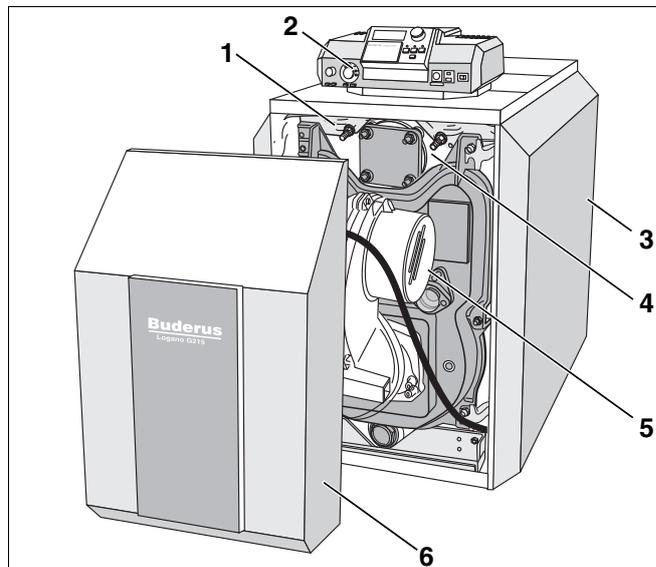
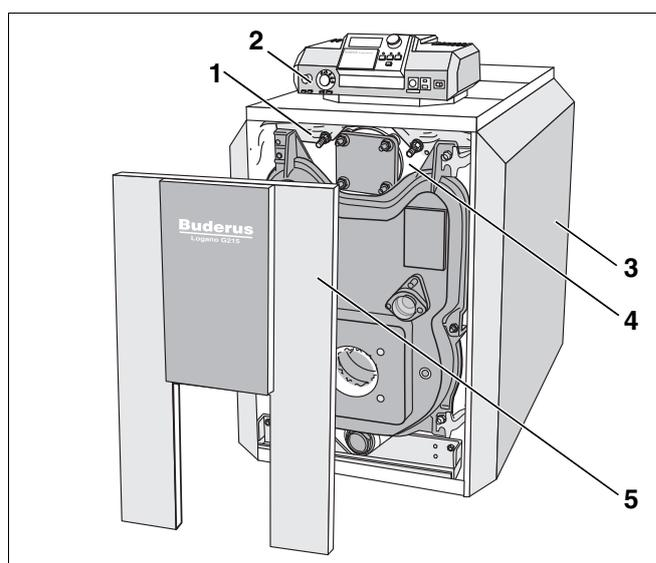

Рис. 1 Специальный отопительный котел Logano G215 с горелкой Logator
Рис. 2 Специальный отопительный котел Logano G215
Специальный отопительный котел Logano G215 (Рис. 1) укомплектован на заводе горелкой Logator (Рис. 1, **поз. 5**).
Специальный отопительный котел Logano G215 (Рис. 2) должен быть укомплектован подходящей горелкой силами наладчиков.
Основные составные части специального отопительного котла Logano G215 с горелкой Logator (Рис. 1) и специального отопительного котла Logano G215 (Рис. 2):
- Блок котла (Рис. 1 и Рис. 2, **поз. 4**) и горелка (Рис. 1, **поз. 5**).
- Обшивка котла (Рис. 1 и Рис. 2, **поз. 3**), теплоизоляция (Рис. 1 и Рис. 2, **поз. 1**) и кожух горелки (Рис. 1, **поз. 6**) или обшивка дверцы горелки (Рис. 2, **поз. 5**).
- Система управления (Рис. 1 и Рис. 2, **поз. 2**).